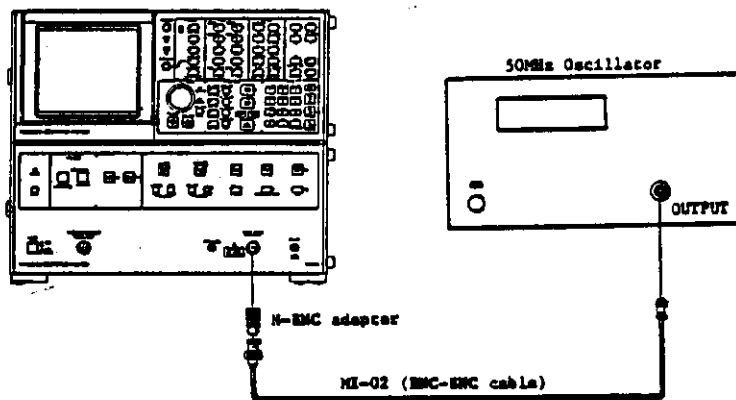

図 3 - 1 発振器とTR4173の接続
- (1) 発振器のOUTPUT端子と、TR4173のINPUT 端子を〔図 3 - 1〕のように接続します。
状態）から、次のように設定変更します〔図3 - 2 参照〕。